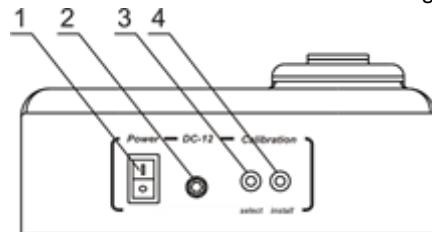

Abbildung 2.
- 5.1. Schließen Sie die externe Stromversorgung an den Stromkreis an. Schalten Sie das Gerät mit dem **Power**-Schalter (Abb. 2/1) an der Rückseite ein.
- 6.4. Schließen Sie die externe Stromversorgung an den Stromkreis an. Schalten Sie das Gerät mit dem **Power**-Schalter (Abb. 2/1) an der Rückseite ein.
- 6.5. Drücken Sie die **Auswahl**-Taste (Abb. 2/3) an der Rückseite des Geräts.
- 6.6.1. **Leere Steckdose.** Auf dem Display erscheint die Anzeige ---. Drücken Sie die **Install**-Taste (Abb. 2/4), um den Leersockelwert zu speichern. Das Display zeigt den nächsten erforderlichen Kalibrierungswert.